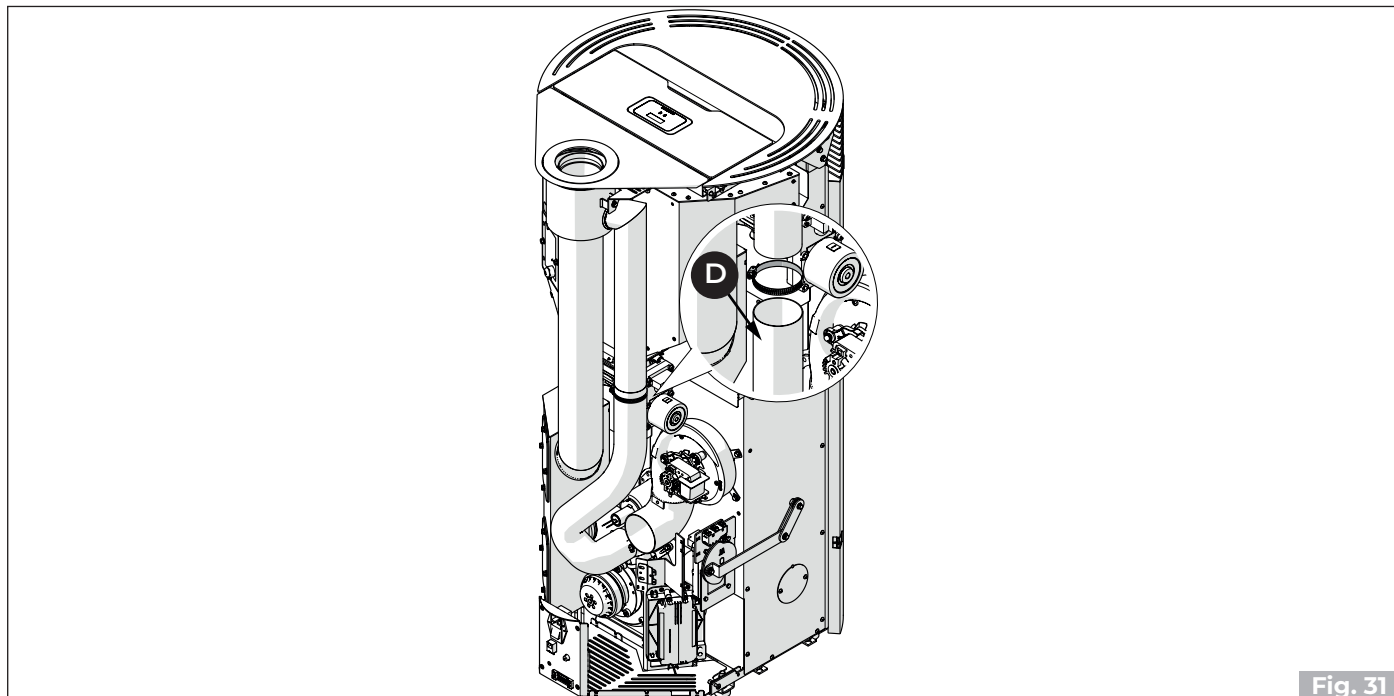

Fig. 31
- Desconectar el tubo flexible **(D)** del aire comburente en la parte superior ("Fig. 31").